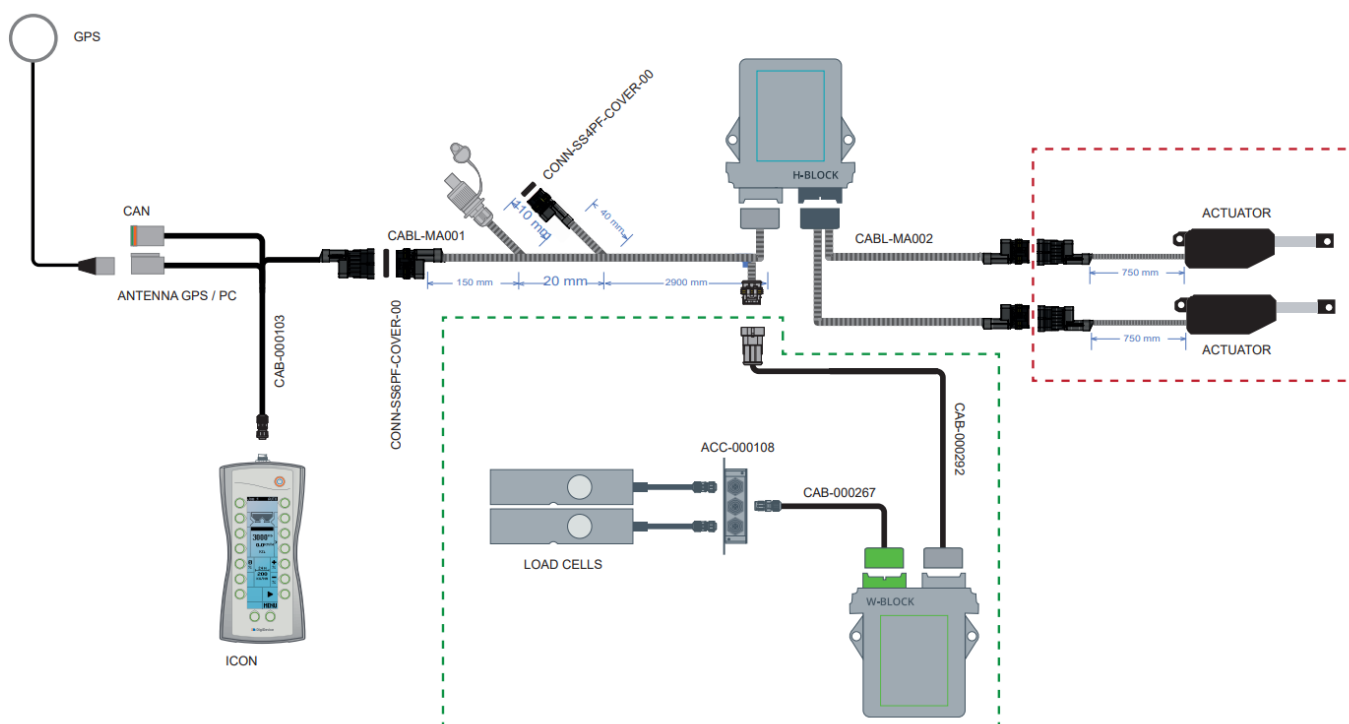

Figura 5.10 – Esquema de ligação do computador de aplicação com pesagem
- Ligue as fichas nas respetivas tomadas entre a consola do computador e a caixa de comando H-BLOCK (*Figura 5.10*);
- Ligue a ficha do GPS na respetiva tomada (*Figura 5.10*);